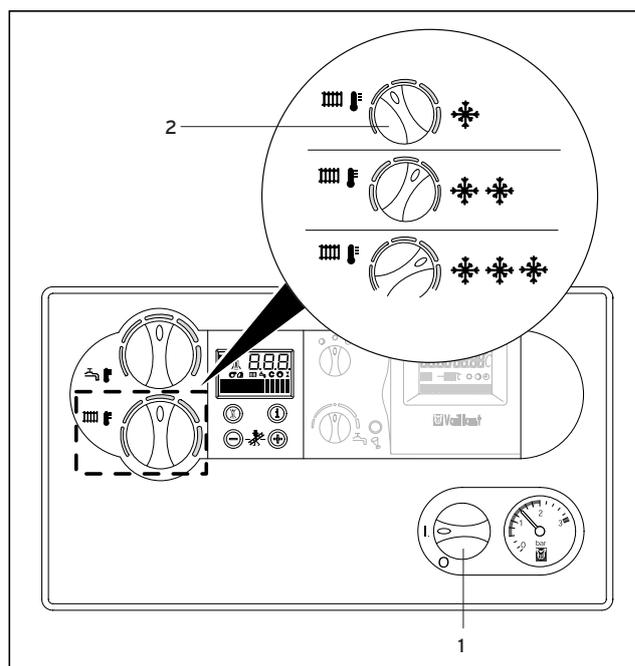

Fig. 3.7 Impostazione della temperatura di mandata
3.4 Riscaldamento**3.4.1 Impostazione della temperatura di mandata (fig. 3.7)****Attenzione!**